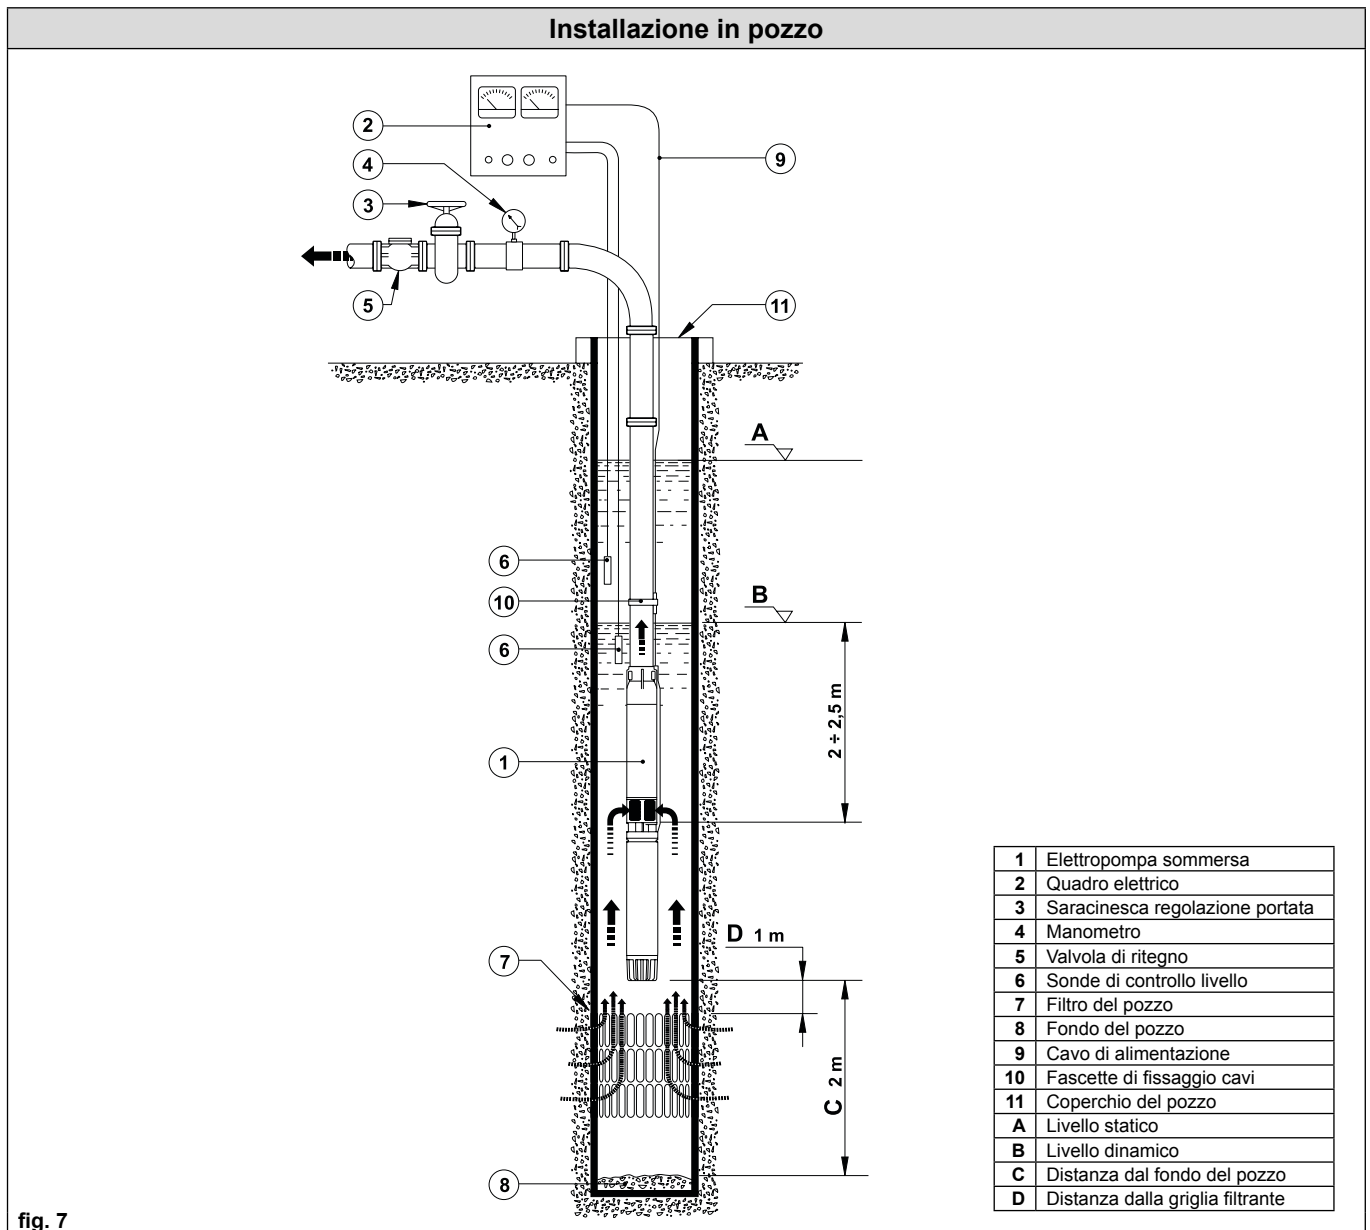

fig. 7
Calare l'elettropompa nel pozzo, utilizzando le apposite staffe di montaggio, facendo attenzione a non danneggiare né il cavo elettrico né i cavetti delle sonde di livello (fig. 7). Se la tubazione è del tipo flangiato, è consigliabile che le flange siano fornite di apposito incavo per il passaggio dei cavi, al fine di evitare che questi si danneggino durante la discesa nel pozzo. Non dimenticare di inserire fra i piani delle flange le relative guarnizioni di tenuta. In caso di impiego di tubi filettati, si deve montare prima il manicotto filettato superiore, poi la staffa di sostegno, ciò per impedire che il tubo possa sfilarsi pericolosamente dalla staffa di appoggio.
Ogni 2÷4 metri fissare i cavi elettrici al tubo di mandata utilizzando apposite fascette resistenti all'acqua (fig. 7 pos.10). Nel corso dell'introduzione dell'elettropompa nel pozzo tenere controllata la resistenza di isolamento seguendo le indicazioni riportate nella documentazione a corredo del motore.
Completata l'installazione (fig. 7) con l'inserimento della saracinesca di regolazione e la valvola di ritegno, l'elettropompa deve trovarsi nelle seguenti condizioni: